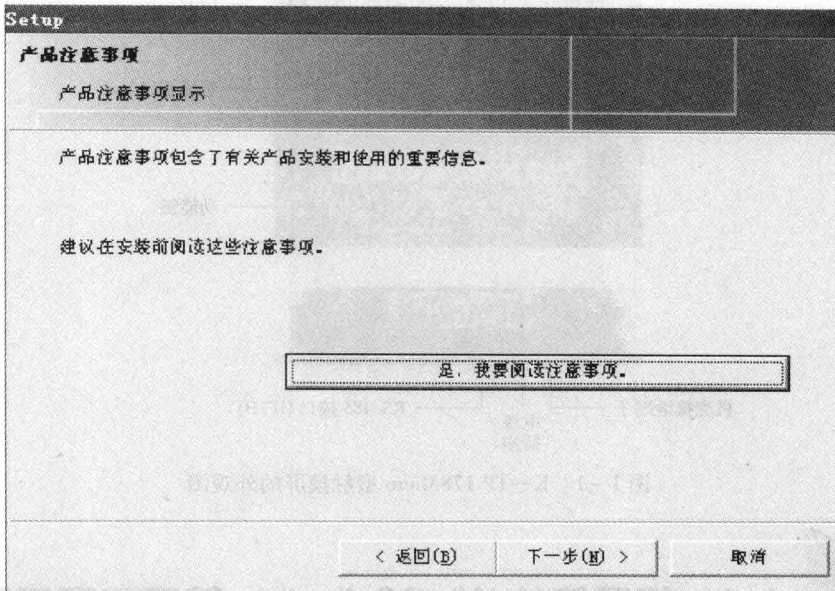
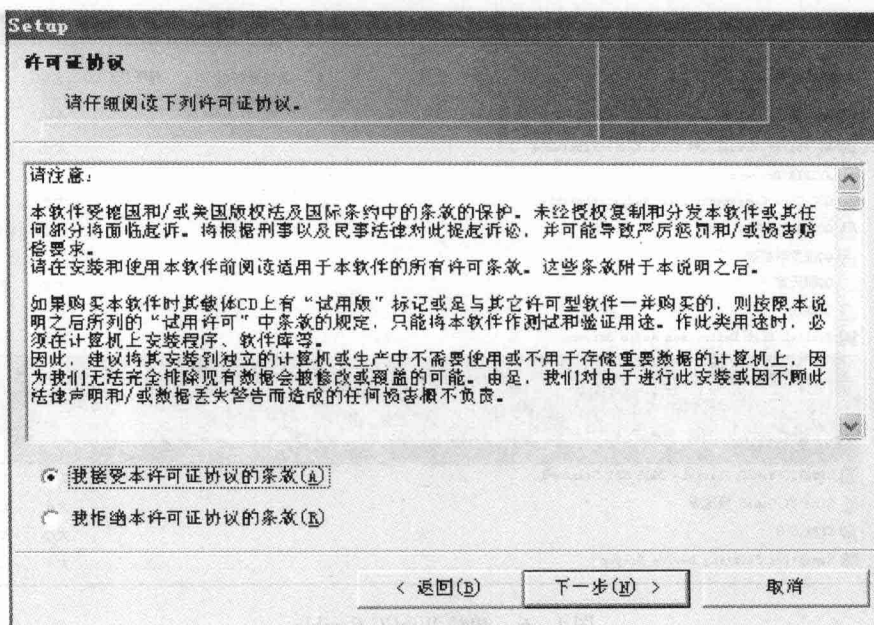
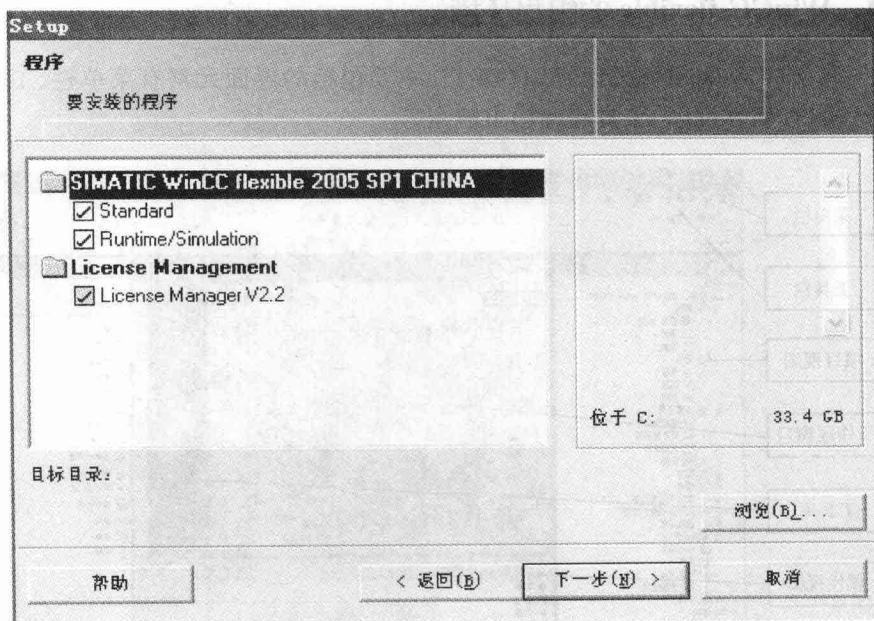

图 1-3 产品注意事项对话框
图 1-4 许可协议对话框
图 1-5 选择所需要的组件对话框
① 将中文版本 WinCC flexible 的光盘插入光盘驱动器,进入 wincc\_flexible\cd\_1 文件夹,双击如图 1-2 所示的 Setup.exe 图标,打开如图 1-3 所示产品注意事项对话框。
② 在如图 1-3 所示中,单击“下一步”按钮,进入如图 1-4 所示的许可证协议对话框。
③ 在如图 1-4 所示中,单击“下一步”按钮,进入如图 1-5 所示的对话框,选择所需要的组件。单击“下一步”按钮,系统会自动进行安装。